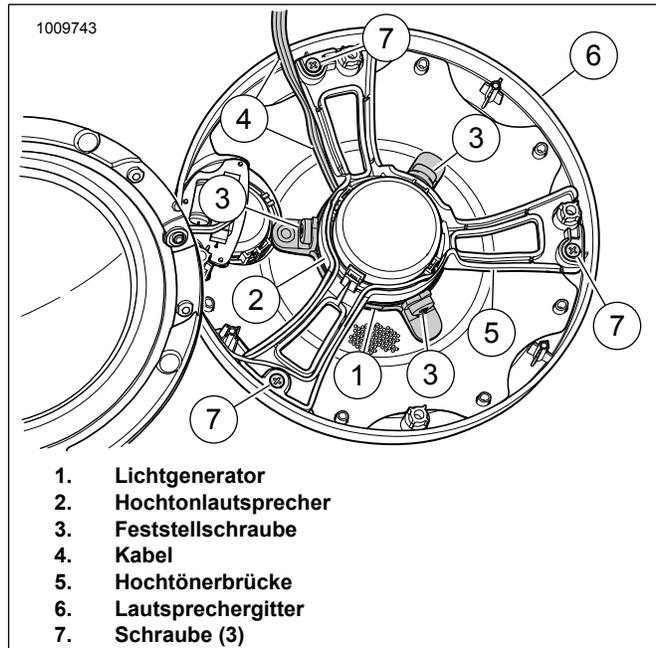

Abbildung 13. Lautsprechergitter, Hochtönerlautsprecher, Hochtönerbrücke und LED-Beleuchtung
5. Siehe Abbildung 13. Die drei Schrauben entfernen, die die Hochtönerbrücke (5) am Lautsprechergitter (6) befestigen und vorsichtig beide Teile voneinander trennen. Vorsichtig mit diesen Teilen umgehen, damit die Kabel des Hochtönerlautsprechers nicht beschädigt oder strapaziert werden. Die Befestigungsteile zur späteren Verwendung aufheben.
Siehe Abbildung 13. Den Lichtgenerator (1) wie dargestellt auf die Hochtönerbrücke (2) setzen. Lichtgenerator leicht andrücken.